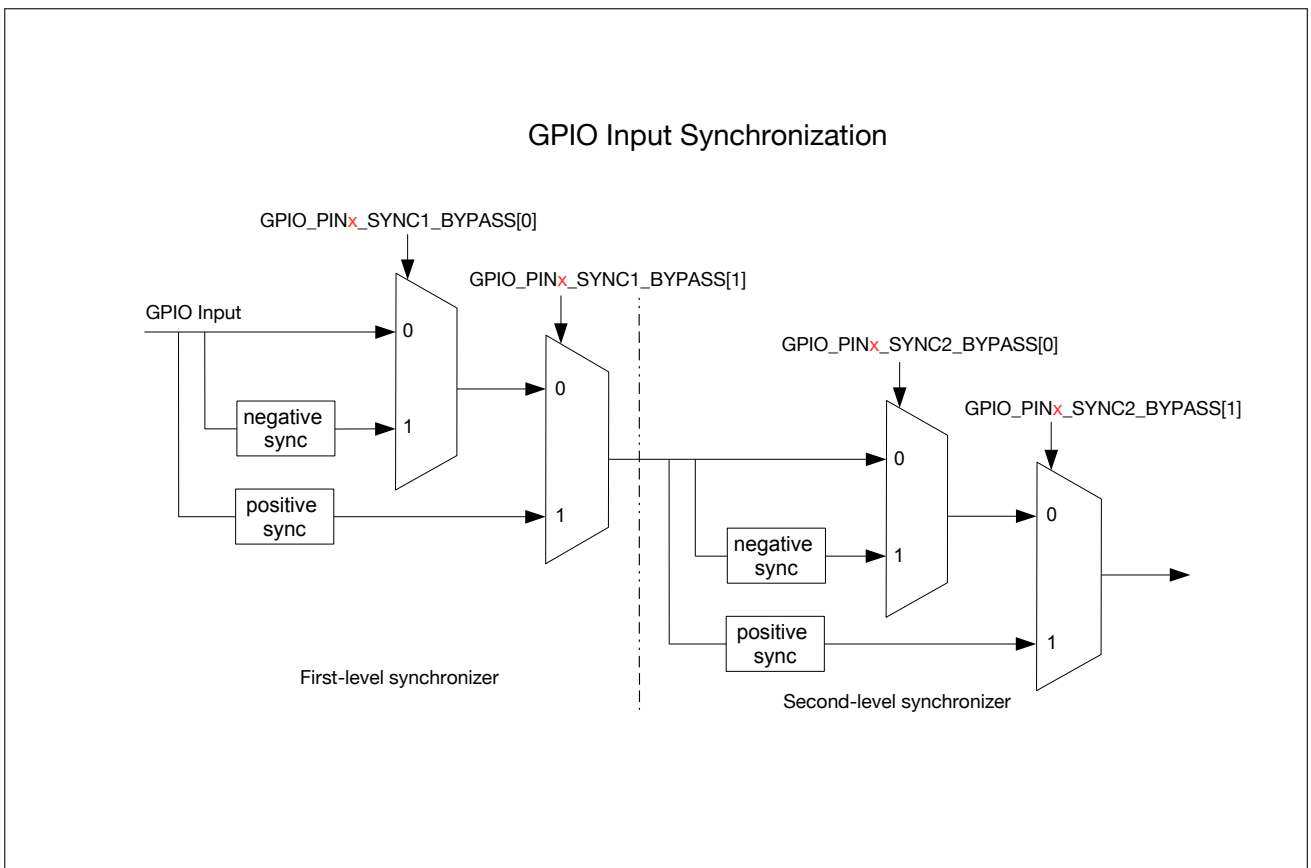

图 5.4-1. GPIO 输入经 APB 时钟上升沿或下降沿同步
GPIO SYNC 模块的功能如图 5.4-1 所示。其中，negative sync 为 GPIO 输入经过 APB 时钟的下降沿同步，positive sync 为 GPIO 输入经过 APB 时钟上升沿同步。
- 如图 5.4-1 所示，配置 `GPIO_PIN x _SYNC1_BYPASS` 使能输入信号在第一级同步中为上升沿或下降沿同步。
- 如图 5.4-1 所示，配置 `GPIO_PIN x _SYNC2_BYPASS` 使能输入信号在第二级同步中为上升沿或下降沿同步。